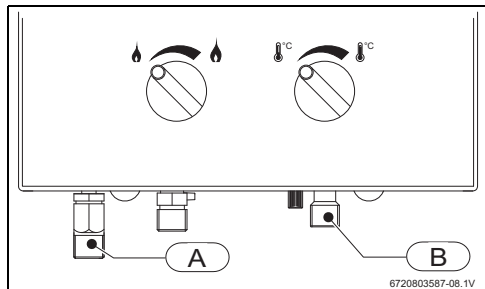

Fig. 15 Conexión del agua
- ▶ Identificar el tubo de agua fría (Fig. 15, [B]) y el tubo de agua caliente (Fig. 15, [A]), para evitar cualquier conexión equivocada.